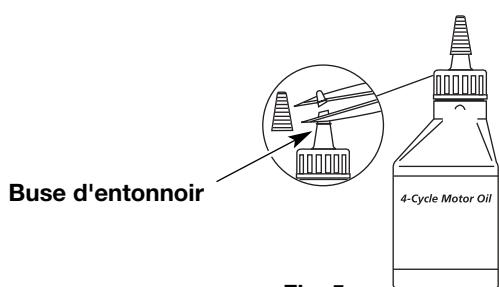

Fig. 5
Votre appareil est livré avec une bouteille d'huile SAE 30 SF, SG, SH de 90 ml (3,04 oz) (Fig. 5).
- Dévisser le bouchon de la bouteille d'huile et retirez le papier couvrant l'ouverture. Replacez le bouchon. Coupez la pointe de la buse de l'entonnoir (Fig. 5).